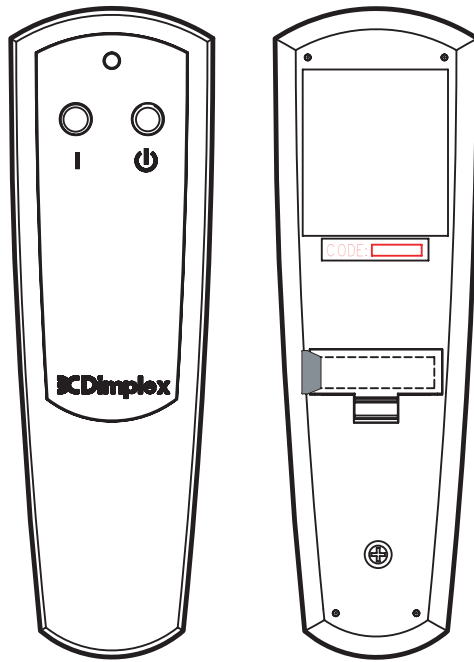

Fig. 4
Opmerking: voordat u de afstandsbediening probeert te gebruiken, trekt u de plastic isolatiestrip eruit die tussen de behuizing en het batterijklepje zit (Afb. 4).
3. Druk na tien seconden op de AAN-knop op de afstandsbediening (Afb. 4)
1. Schuif het batterijklepje open op de afstandsbediening (Afb. 4)